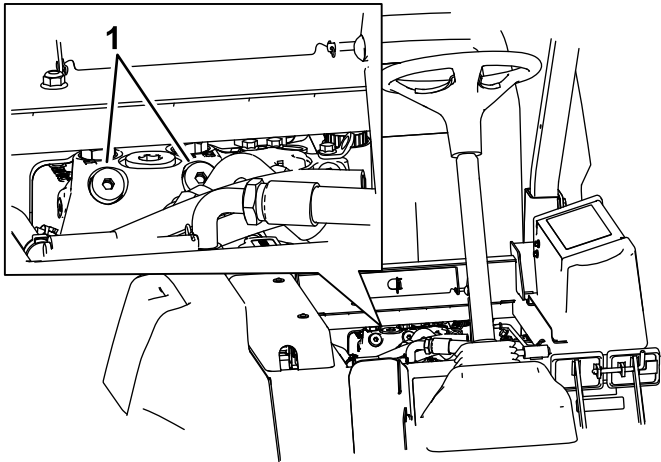

Bild 36
1. Klappen Sie den Sitz hoch und ermitteln Sie die Sicherheitsventile, die sich unter der Vorderseite des Kraftstofftanks befinden (Bild 36).